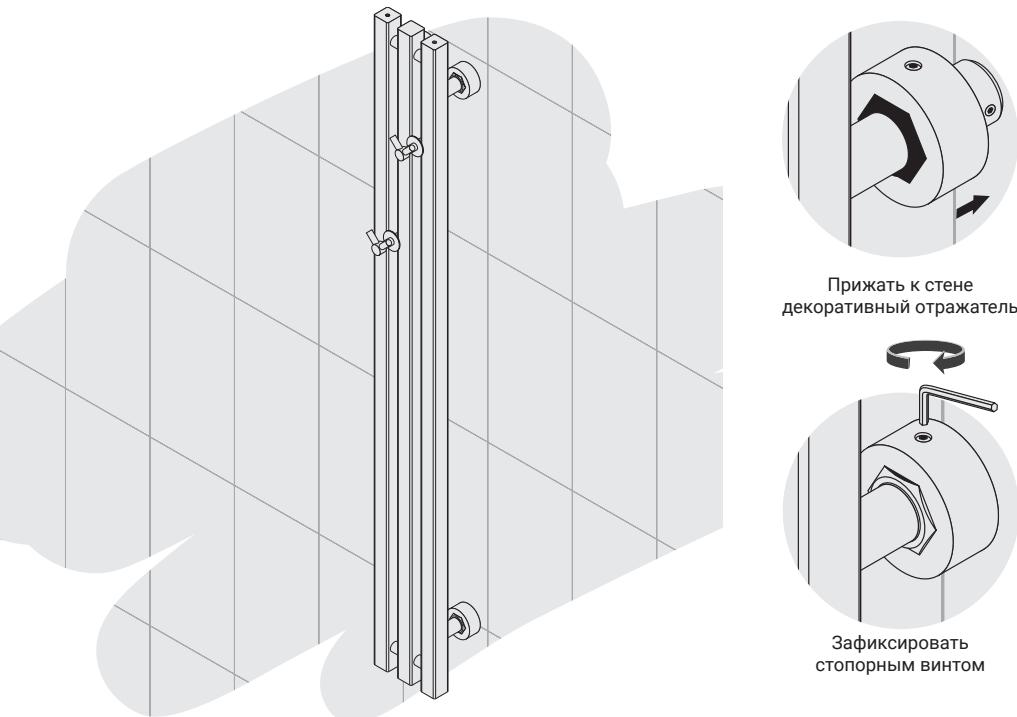

Рис.7
6.11. Плотно прижмите декоративные отражатели к стене и зафиксируйте их встроенными в корпус стопорными винтами при помощи шестигранного ключа №2,5 (рис. 7).